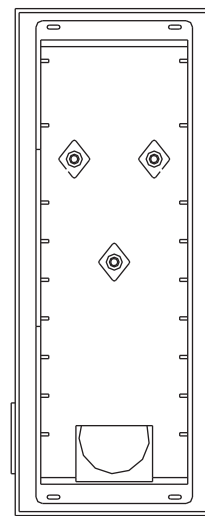

Figure 2
- 2) Insérer la caissette en plastique dans la boîte bien droit et jusqu'au fond (**Figure 2**).